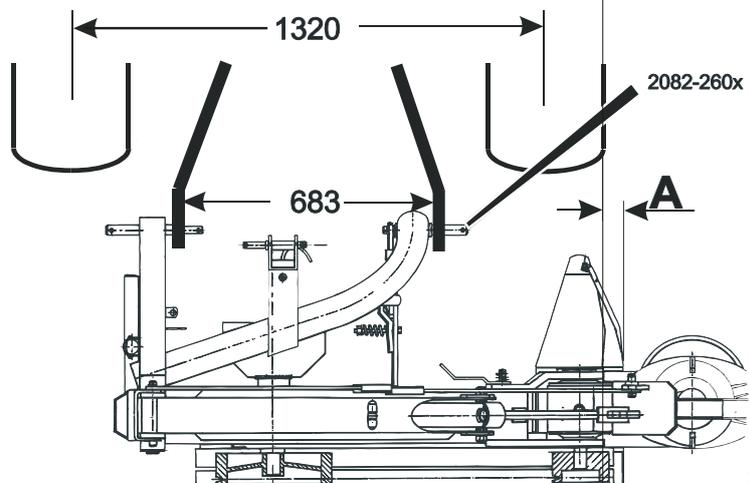

Fig. 2-3
- Fig. 2-3:** Anbau an dem Schlepper mit kleiner Spurweite und Kat. II Dreipunktanbau. Austausch von rechtem Unterlenker ist notwendig für JF-Nummer: siehe Ersatzteilliste.